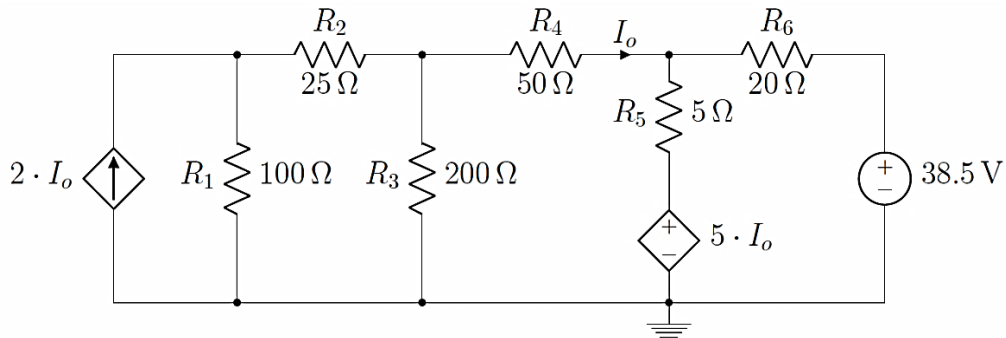

Figura 7
11. As fontes controladas de tensão e corrente exercem um importante papel na análise de circuitos lineares. O circuito representado na Figura 7 possui duas fontes controladas, cuja variável de controle é representada por I_o .